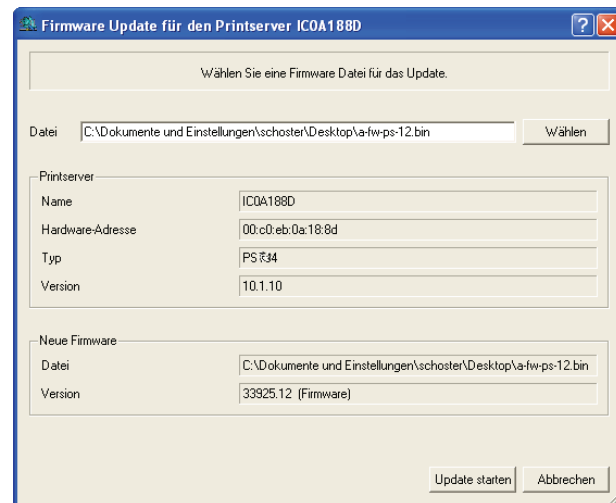

Abb. 23: PRINTSERVER-NetTool – Standard Update
3. *Wählen Sie im Menü **Aktionen** den Befehl **Firmware Update – Standard Update**. Der Dialog **Update** erscheint; siehe Abb. 23